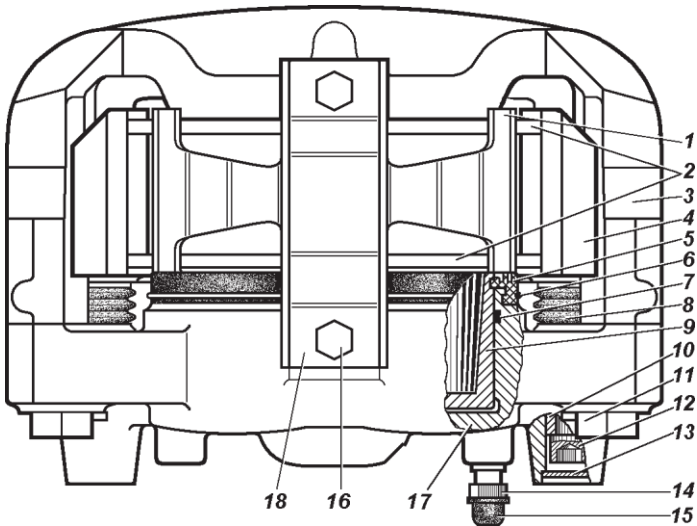

Fig. 9.21 Frenos de disco delanteros:
**Mecanismos de freno de disco de las ruedas delanteras.** Para revisar las zapatas 2 (fig. 9.21) instale el vehículo en una plataforma horizontal, bloquéelo con el freno de aparcamiento. Revise las zapatas a través de la ventanilla en el soporte 4. Si el grosor de las bridas de fricción se desgastaron hasta unos 1,5–2,0 mm, cambie las zapatas. Realice el reemplazo de los dos frenos delanteros.